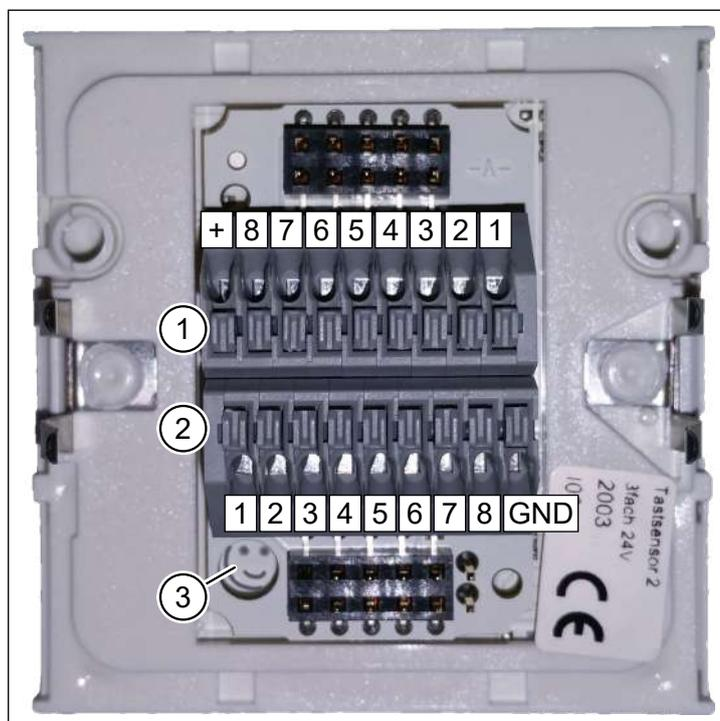
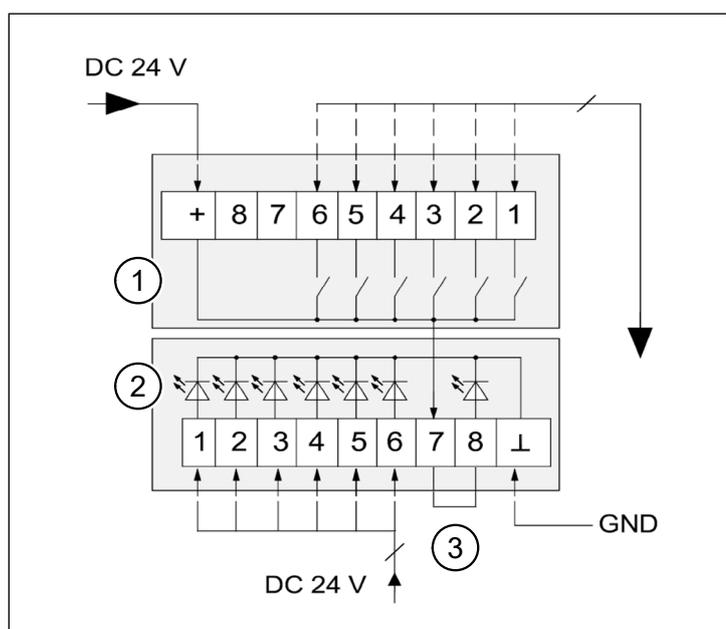

Fig. 28 : Capteur à touche InControl avec affectation des bornes
Fig. 29 : Schéma de raccordement du capteur à touche InControl
Pos. dans Fig. 28	Désignation
Pour l'orientation de l'ensemble, veillez à la bonne position du smiley (pos. 3 dans Fig. 28). Ce n'est que dans cette position que les raccordements des borniers concorderont avec les désignations correspondantes dans le schéma de raccordement (Fig. 29).
Pos. dans Fig. 29	Désignation
Le capteur à touche InControl dispose d'un éclairage de fond, qui peut être activé en cas de besoin. Posez un pont (pos. 3 dans Fig. 29) entre la borne 7 et la borne 8 du bornier des DEL, pour alimenter l'éclairage de fond en 24 V CC.